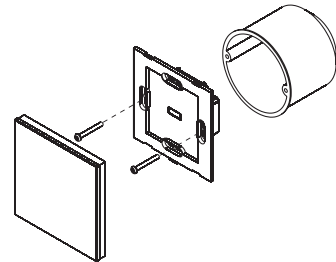

Рис. 5. Установка панели управления в монтажную коробку
- 3.7. Установите корпус панели в монтажную коробку и закрепите его при помощи двух винтов (рис. 5).